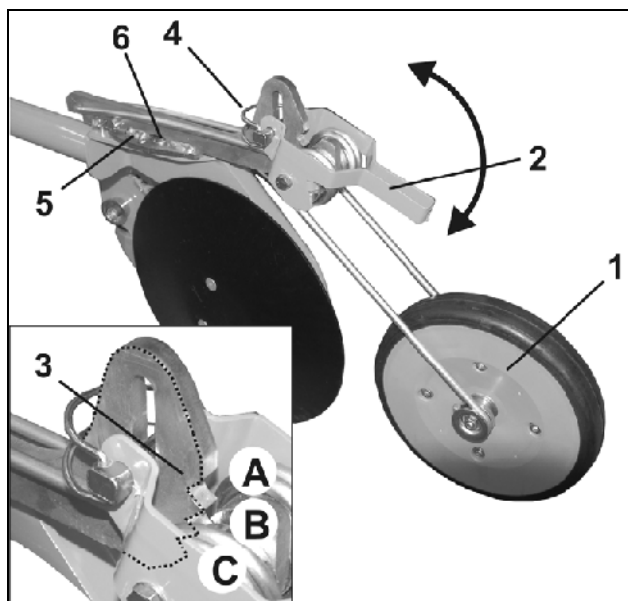

Рис. 21
Усилие прижима уплотняющего катка (Рис. 21/1) имеет 3-ступенчатую регулировку.
- Разблокируйте рычаг стопора (Рис. 21/2) потянув его вверх.
Посредством зубчатого зацепления (Рис. 21/1) уплотняющий каток может устанавливаться в 3 положениях.
- Удалите пружинную защелку (Рис. 21/4).